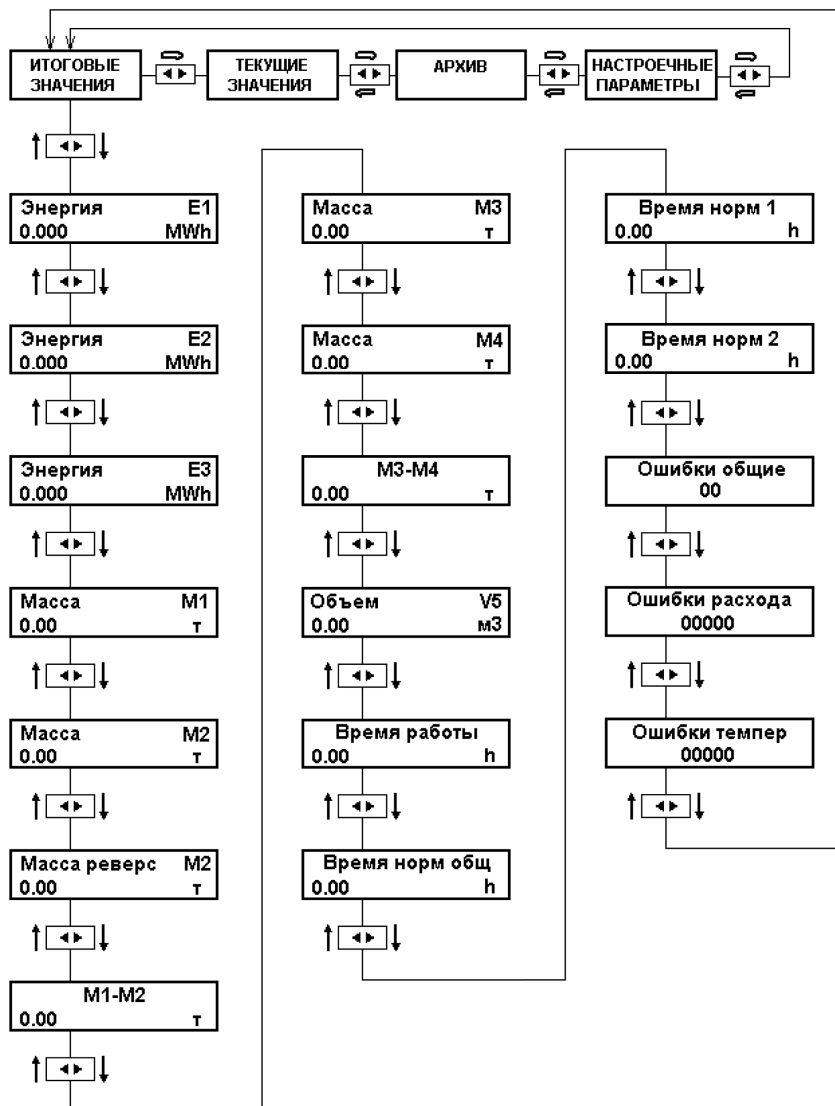

Рис. 3 Схема просмотра итоговых значений
8.2.1 Для просмотра итоговых значений необходимо находясь в верхнем уровне меню длительным нажатием на кнопку ▶ или ◀ выбрать меню "ИТОГОВЫЕ ЗНАЧЕНИЯ". Просмотр осуществляется кратковременными нажатиями кнопок ◀ и ▶ (рис.3). В этом уровне можно просмотреть накопленные значения измеряемых и вычисляемых параметров: E1+E2, E1, E2, E3, V1(M1), V2(M2), -M2, V1-V2(M1-M2), V3(M3), V4(M4), V3-V4(M3-M4), V5, время работы и ошибки работы счетчика.